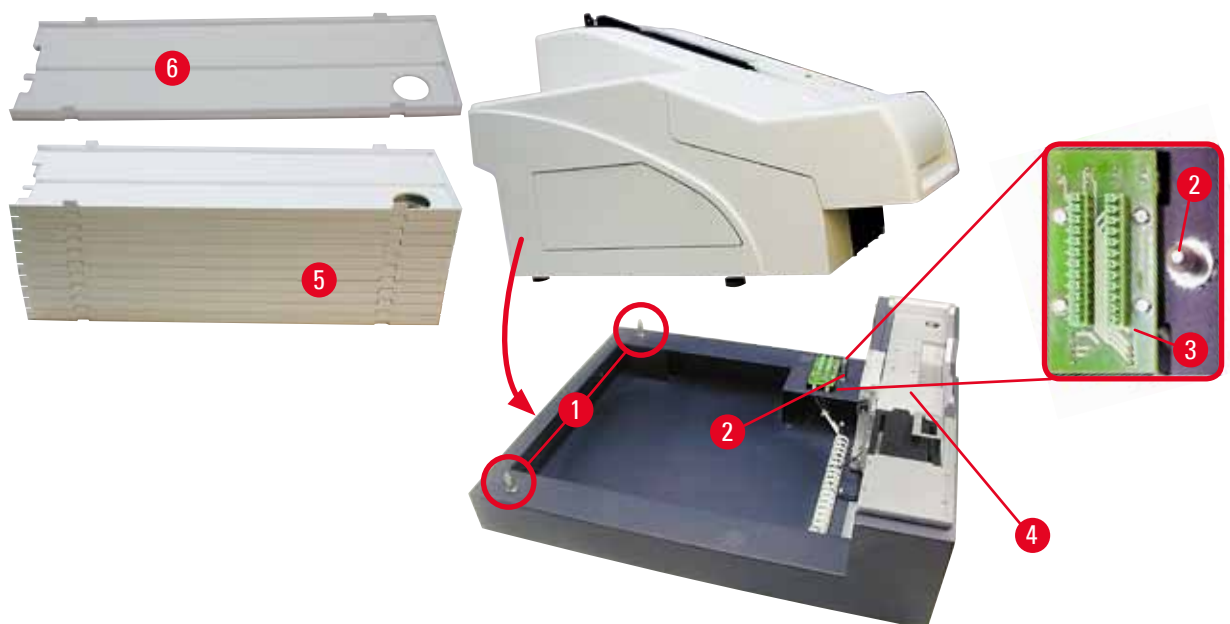

Abb. 12
3. Den Drucker seitlich (rechts und links) fassen und wie in (→ "Abb. 12-1") dargestellt so aufsetzen, dass die zwei Bolzen an der Rückseite (→ "Abb. 12") in die Bodenplatte passen.